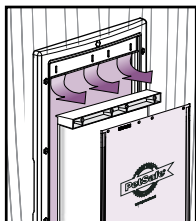
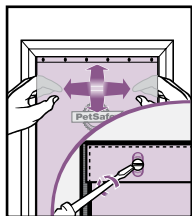

ABB. 15
ABB. 16
3. Wenn Sie die isolierte Klappe austauschen, entfernen Sie die Klemme der Klappe samt der daran befestigten isolierten Klappe (**Abb. 15**). Entfernen Sie die Schrauben, die isolierte Klappe und die Halteplatte von der Rückseite der Klappenklemme. Setzen Sie die neue isolierte Klappe zwischen Klappenklemme und Halteplatte ein. Bringen Sie die Schrauben wieder an und ziehen Sie sie fest (**Abb. 16**).